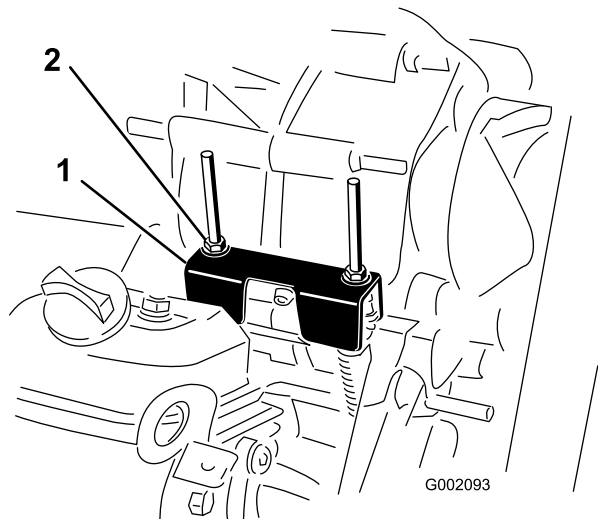

Рисунок 61
Прежде чем выполнять плановое техобслуживание и (или) диагностику двигателя, коробку передач необходимо переключить в положение НЕЙТРАЛЬ (Рисунок 61). У автомобиля есть положение НЕЙТРАЛЬ на рычаге переключения передач, которое включает нейтральное положение в трансмиссии. Выполните следующие действия, чтобы убедиться в правильной работе рычага переключения трансмиссии в нейтральном положении:
(на уровне кронштейна крепления троса, расположенного под кронштейном переключения передач), повернув ведомое сцепление (Рисунок 61).
3. Поверните одну из контргайк (Рисунок 61), чтобы получить зазор от 0,762 до 1,52 мм между нижней частью гайки/шайбы и кронштейном нейтрала.